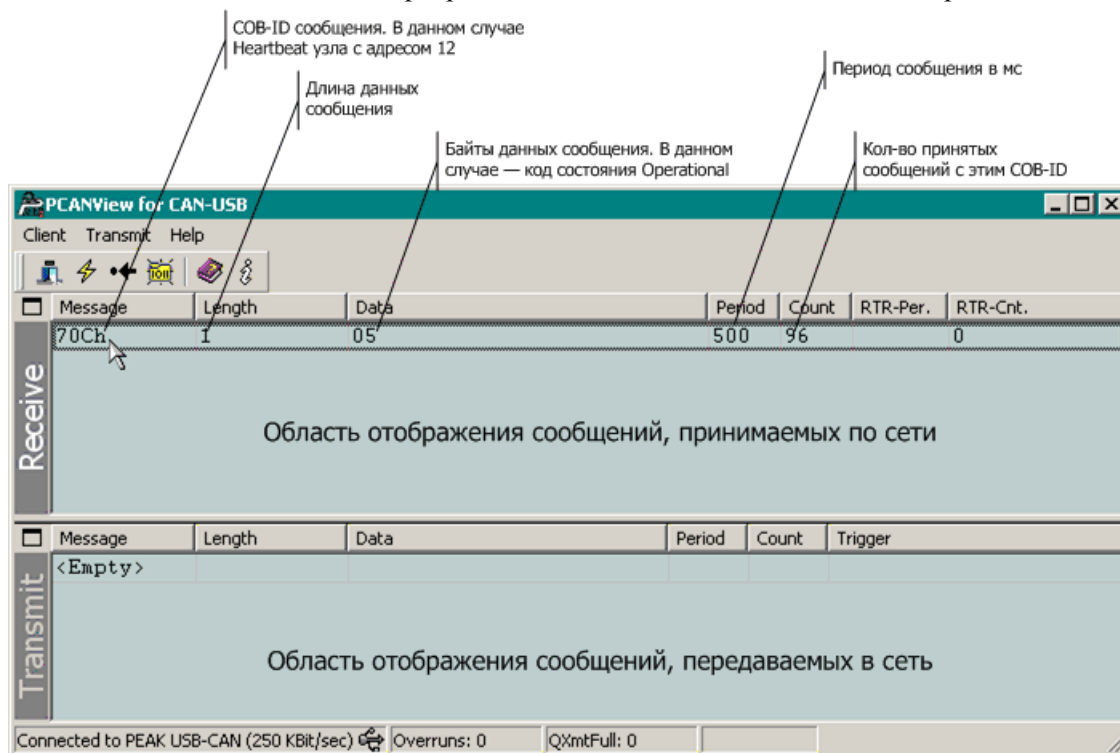

Рис. 55. Главное окно монитора сети PCANView for CAN-USB
- Выберите название адаптера *PEAK USB-CAN at...* в списке **Available CAN hardware**, в поле **Baud rate** установите значение *250 KBit/sec* и нажмите кнопку **OK**. На экране появится главное окно программы PCANView USB, показанное на рис. 55.